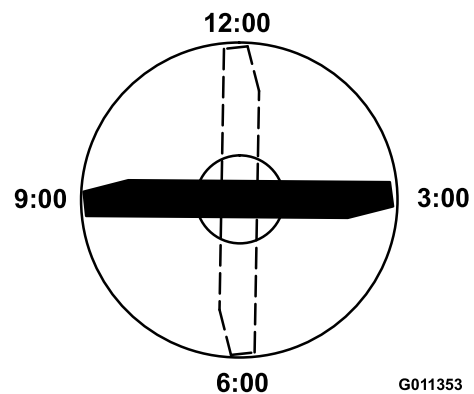

図 74
4. ブレードの印の付いているほうの端部を12時の位置車両進行方向に向け 図 74、作業台の表面からブレードの切っ先までの高さを測定する。
5. 印の付いている端部を3時の位置と9時の位置に向けて図 74それぞれ高さを測定する。